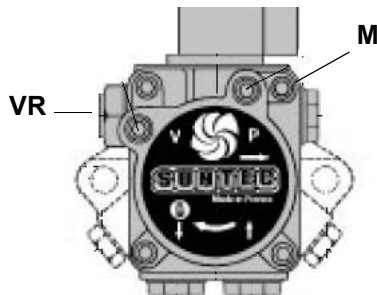
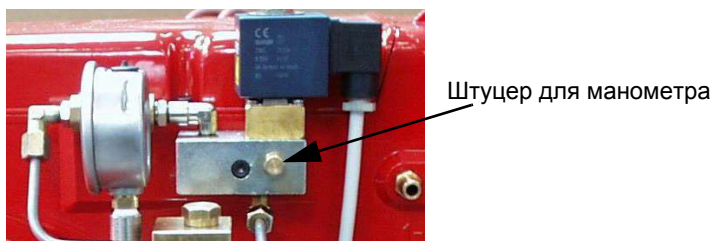

Рис. 24
Рис. 25
- 2 выпустить воздух со штуцера (**M**) манометра насоса (Рис. 24), расслабив слегка заглушку, но не снимая ее; затем отпустить контактор;
- 4 Давление питания форсунки уже отрегулировано заранее на заводе-изготовителе и не должно изменяться. Только в случае необходимости, отрегулировать давление питания (см. соответствующий параграф) следующим образом: установить манометр в положение, указанное на Рис. 25, воздействовать на регулировочный винт **VR** насоса (см. Рис. 24) до получения на форсунке давления в 20бар (см. таб. на стр.27);